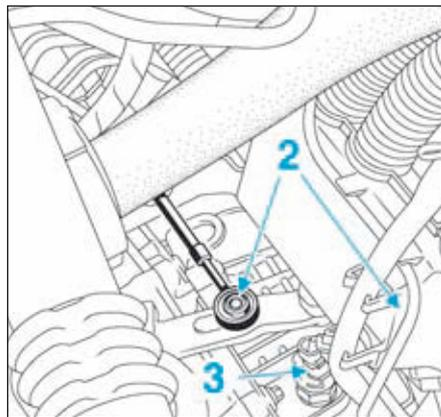

FIG.3
- Déposer les rotules (2) des câbles de commande de la boîte de vitesses (Fig.3).
- Débrancher le contacteur (3) de marche arrière.